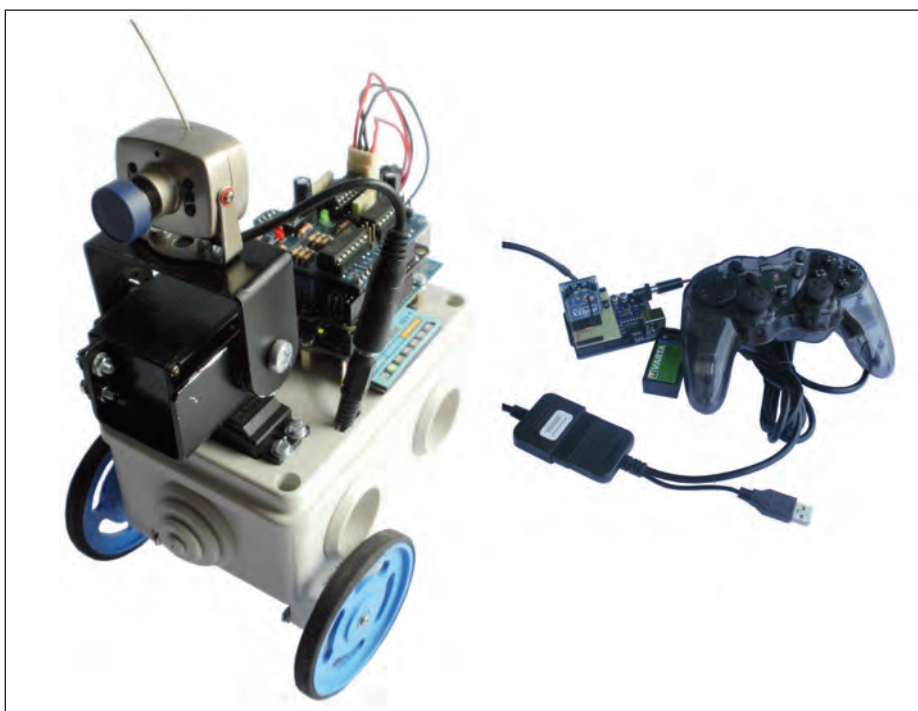

Figura 1: ArduinoBOT e la sua stazione di controllo.
**N**ei precedenti articoli abbiamo analizzato le schede che formano la parte elettronica del robot, siamo poi passati alla costruzione vera e propria assemblando le varie parti. In quest'ultima puntata analizzeremo e costruiremo la stazione di controllo che ci permetterà, tramite l'utilizzo di un controller, di comandare i movimenti del robot, (figura 1) del dispositivo che movimenterà la telecamera e ci permetterà di vedere quello che viene ripreso.